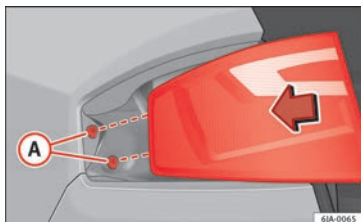

Fig. 102 Monter l'unité des feux arrière.
- Appuyez sur le feu arrière vers l'arrière (sens de circulation du véhicule) en encastrant les fixations dans les douilles en caoutchouc » » fig. 102 A.